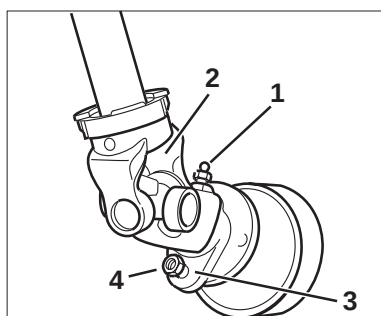

Fig. 5.4a
- smeernippel (fig. 5.4a/1) eruit draaien en koppelingsas (fig. 5.4a/2) opsteken
- aansluitgaffel (fig. 5.4a/3) met breekbout (fig. 5.4a/4) bevestigen
- smeernippel (fig. 5.4a/1) weer monteren